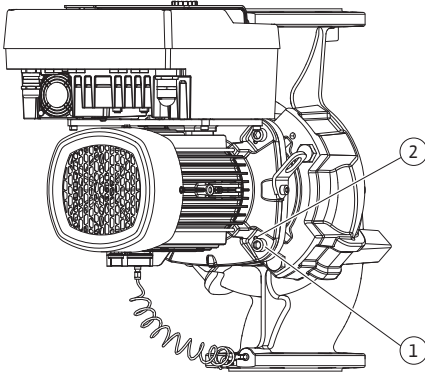

Fig. 10: Moottori-juoksupyöräyksikön painaminen ulos kierrereikien kautta
5. Paina moottori-juoksupyöräyksikkö (katso Fig. 4) ulos pumpun pesästä. Käytä siihen kahta kierrereikää (katso Fig. 10). Irrota kiinnitys kiertämällä sopivan pituiset M10-ruuvit kierrereikiin.
5. Irrota paine-eroanturin kiinnityslevy (Fig. I, pos. 13) moottorilaipasta avaamalla ruuvi (Fig. I ja Fig. III, pos. 10). Jätä paine-eroanturi (Fig. I, pos. 8) kiinnityslevyineen (Fig. I, pos. 13) riippumaan paineenmittausjohtoihin (Fig. I, pos. 7). Irrota tarvittaessa elektroniikkamoduulissa olevan paine-eroanturin liitäntäkaapeli.
6. Paina moottori-juoksupyöräyksikkö (katso Fig. 4) ulos pumpun pesästä. Käytä siihen kahta kierrereikää (katso Fig. 10). Irrota kiinnitys kiertämällä sopivan pituiset M10-ruuvit kierrereikiin.
8. Avaa kaksi ei-irrotettavaa suojalevyn ruuvia (Fig. I, pos. 27) ja ota pois suojalevy.
9. Vie kiintoavain, jonka avainväli on 18, 22 tai 27 mm, tiivistelaipan ikkunaan ja pidä akselia avainpintojen välissä (Fig. I, pos. 16). Irrota juoksupyörän mutterit (Fig. I, pos. 21). Juoksupyörä (Fig. I, pos. 21) irtoaa automaattisesti akselilta. Käytä valua olevissa juoksupyörissä ulosvedintä.
10. Avaa pumpun tyypistä riippuen ruuvit (Fig. II, pos. 10 a) tai (Fig. II, pos. 10 b).
11. Irrota tiivistelaippa kaksivartisella ulosvetimellä (yleisvetimellä) moottorin keskiöintiosasta ja vedä se pois akselista. Liukurengastiiviste (Fig. I, pos. 25) irtoaa samalla. Vältä tiivistelaipan kääntymistä kulmittain väärään asentoon.
12. Jos liukurengastiiviste on vaurioitunut, paina liukurengastiivisteen vastarengas (Fig. I, pos. 26) pois tiivistelaipassa olevasta kiinnityskohdasta. Aseta tiivistelaippaan uusi vastarengas.